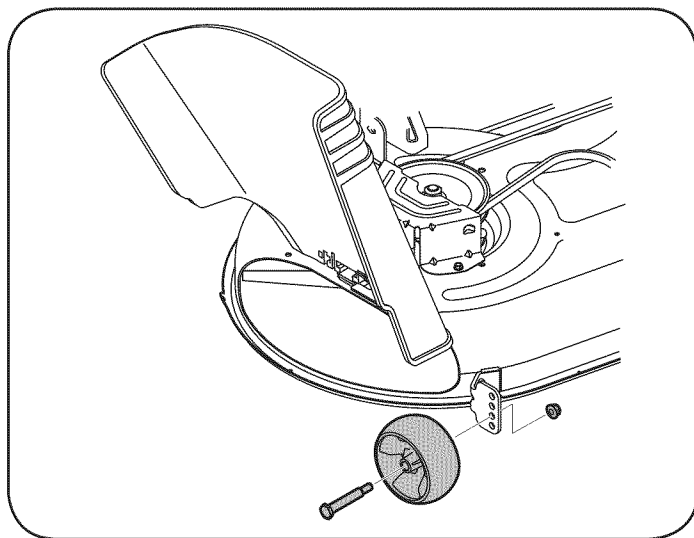

Figura 8
1. Ajustar las ruedas de cubierta mediante la eliminación de la tuerca de la brida y tornillo que sujeta el hombro de cada rueda y llevarlos a uno de los agujeros que permite que las ruedas para estar entre  $\frac{1}{4}$  pulgadas y  $\frac{1}{2}$  pulgada por encima del suelo cuando el tractor se encuentra en un suave, superficie plana, como un camino de entrada. Véase la Figura 8.